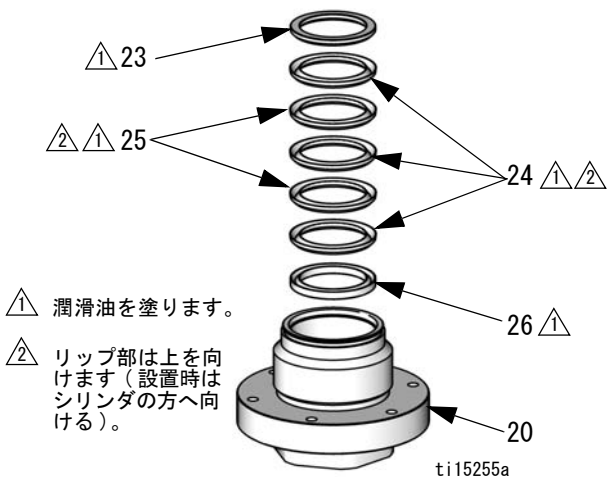
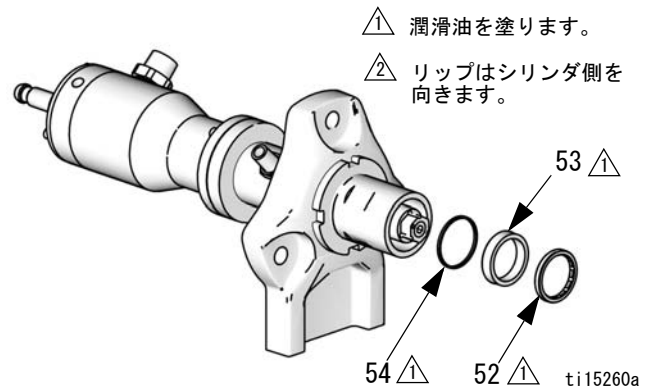

図 10. スロット V-パッキン
図 13. U-カップのピストンシール
7. **U-カップモデル**：ベアリング (52)、U-カップ (53)、およびワッシャ (54) を取り外します。図 13、ページ 15、を参照してください。
9. コネクティングロッド (14) とベローズ (7) を取り外します。
10. 5 mm 六角レンチを使用して3つのネジ (17)、およびワッシャ (18) を外したあと、ベローズ室 (1) を取り外します。ベローズ室のOリング (12) を廃棄します。
11. 54 mm (2 1/8 インチ) のソケットレンチを使用して、パッキンナット (20) を取り外します。
12. **V-パッキンモデル**：パッキン押さえ (23、26)、スロートパッキン (24、25)、およびスプリング (22) を取り外します。図 10、ページ 14、を参照してください。